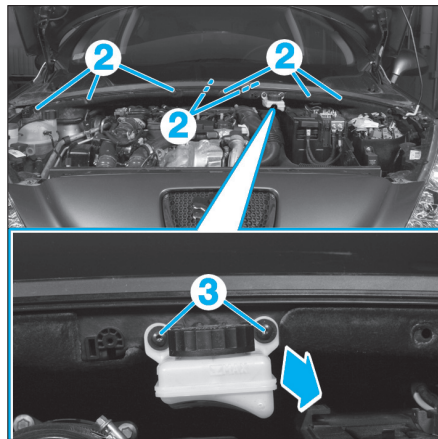

Fig. 94
- les agrafes (2) (Fig.94),
- les vis de fixation (3) du réservoir de liquide de frein puis l'écarter.